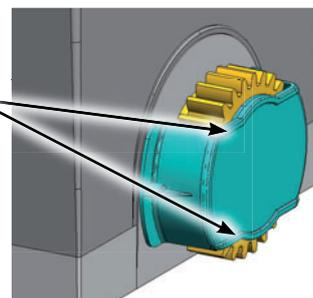

Fig. 10
3. Registrare l'altezza del motoriduttore e la distanza dal cancello con riferimento alle quote di Fig. 10.